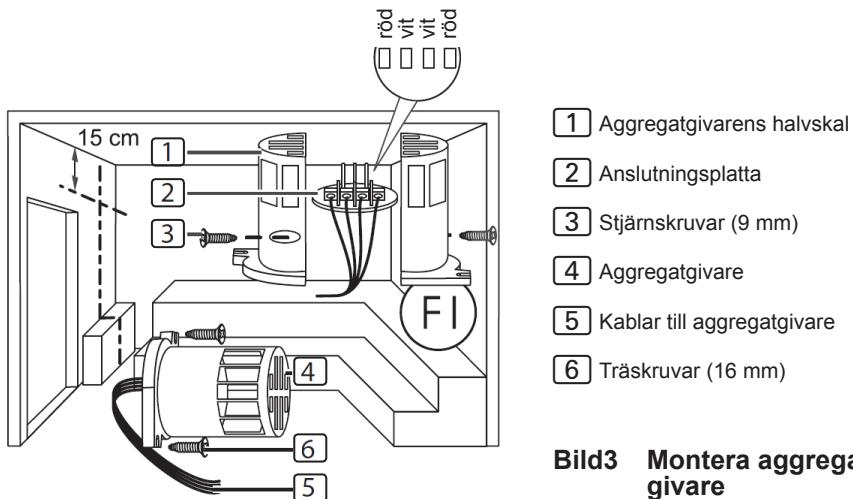

Bild3 Montera aggregatgivare
Gå igenom följande steg för att montera aggregatgivaren (se **Bild3**):
3. Kläm fast aggregatgivarledningens **5** fyra anslutningar enligt **Bild3**.
4. Lägg anslutningsplattan **2** på tvären (enligt **Bild3**) i aggregatgivarens halvskal.